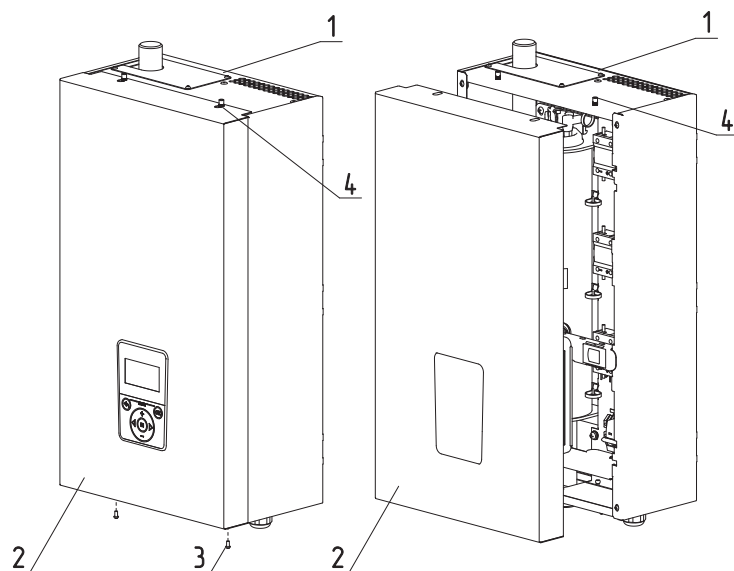

Рис.18 Снятие кожуха
- выкрутить болты крепления (рис.18 поз.3);
- переместить кожух вверх, сняв с зацепов (рис.18 поз.4);